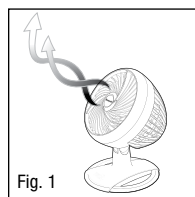

Fig. 1
2. Si le ventilateur perd de sa puissance ou bien si vous soupçonnez que le fusible est grillé, commencez par séparer le porte-fusible de recharge de la fiche (fig. 1). Sortez le fusible de recharge de son logement en plastique et mettez ce fusible de côté (fig. 2).
Le ventilateur de à haute vélocité Turbo ForceMD, de par sa conception aérodynamique, vous offre la possibilité de changer la direction de l'angle du ventilateur en réglant simplement l'appareil à n'importe quel angle de ventilation souhaité (Fig.1). À la mise en marche du ventilateur, vous sentirez un fort et puissant mouvement d'air qui changera vite pour devenir effet rafraîchissant.